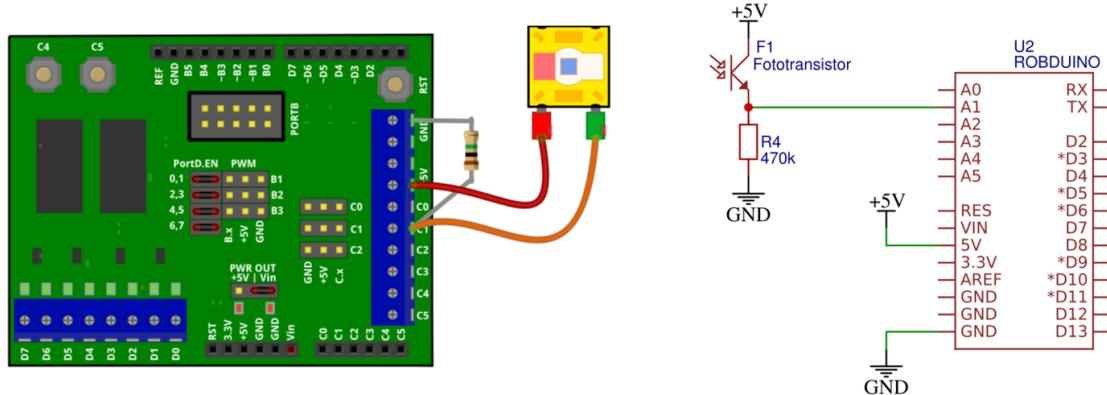

Figure 2.7: Priključitev foto-tranzistorja kot svetlobnega senzorja.
1. Priključite foto-tranzistor v delilnik napetosti z uporom, kot prikazuje fig. 2.7.